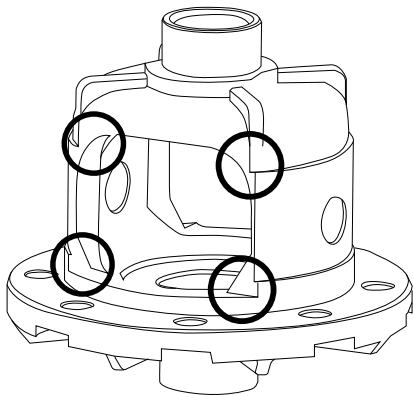

Рис. 2
5. В местах, помеченных на **Рис. 2**, необходимо снять часть металла, используя круглый напильник или «дремель».